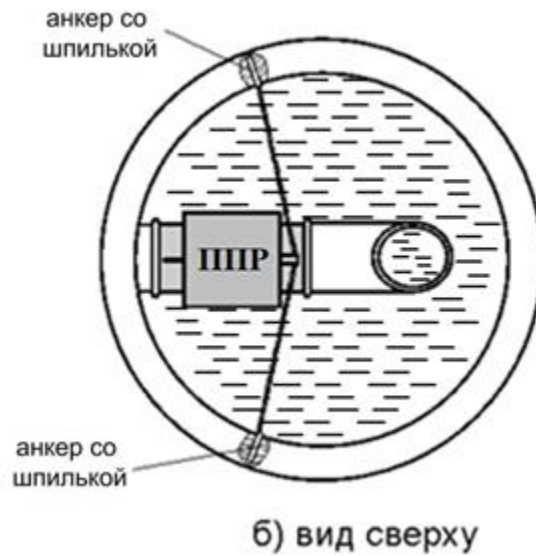

Рис.10. Монтаж расходомера с использованием бесфланцевого подвода.
3.4.4.1. Данная конструкция также используется для монтажа в безнапорные трубопроводы. Монтаж выполняется (см. рис.А.2 Приложения А), например, в открытый конец трубопровода большего диаметра (рис.10).
- свободный конец подводящего патрубка ввести в безнапорный трубопровод и закрепить его с использованием материалов из КМЧ №1, приведенных на рис.10 (жгут из вспененного полиэтилена, гидроизоляционный материал, смесь на цементной основе ГидроСтоп);